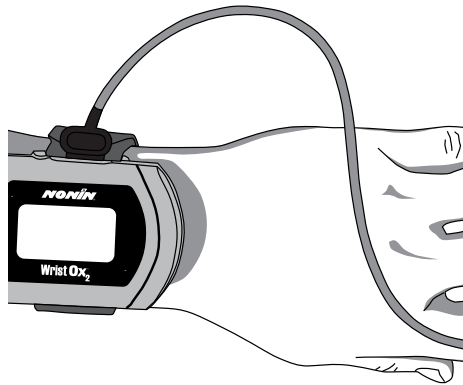

Abbildung 15: Sensor am Patienten anschließen.
6. Den Sensor am Patienten anlegen (Abbildung 15). Anweisungen zum richtigen Anlegen des Sensors sowie Vorsichts- und Warnhinweise bitte der Gebrauchsanweisung entnehmen.